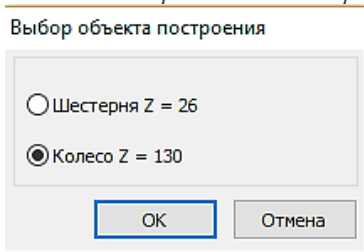

Рис.12 – Вибір об'єкту побудови
4.7. У вікні *Выбор объекта построения* вибрати колесо (Рис.12).